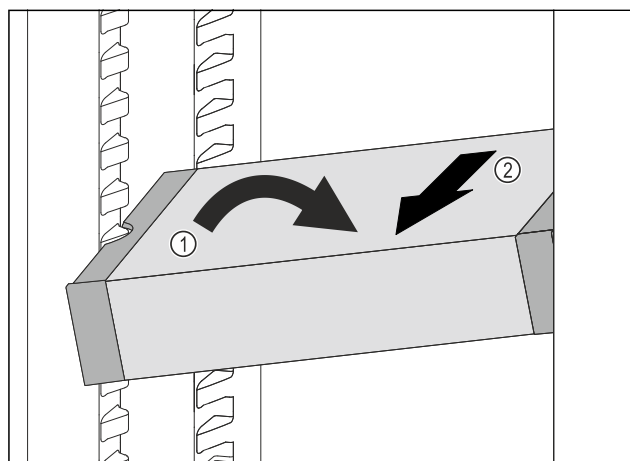

Fig. 127
- Vendosni VarioSafe pjerrtas në pjesën e ftohjes. *Fig. 127 (1)*
- Hiqni VarioSafe për nga përpara. *Fig. 127 (2)*